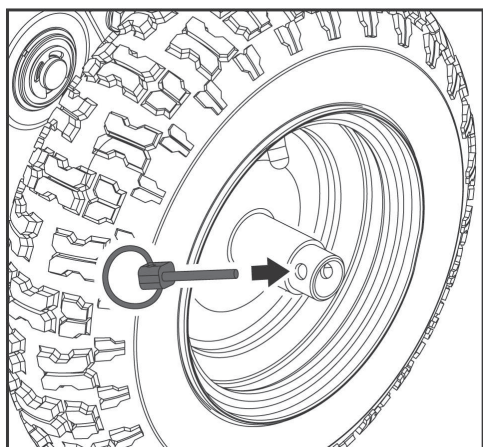

рис. 16
Для расстопорения колеса продвиньте его внутрь и вставьте стопорный палец во внешнее отверстие оси, но не через ступицу колеса (рис.16).
- Рекомендуется проверить величину межэлектродного зазора, которая должна быть около 0.7...0.8 мм (рис.16). При существенном отклонении измеренной величины зазора от указанных требованиями необходимо отрегулировать/восстановить или заменить свечу.